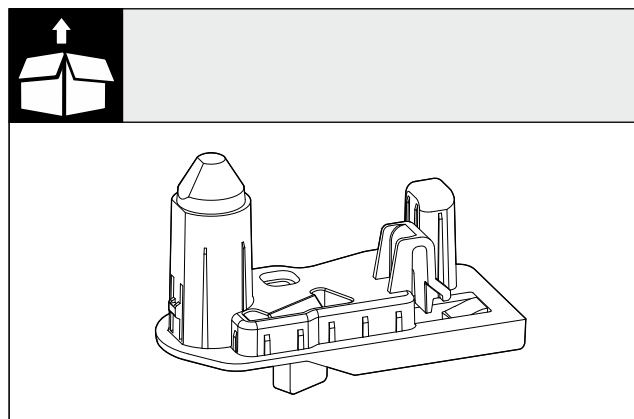

Fig. 8 Lagerbuchse Tür
- Montageteile im Beipack überprüfen. (siehe Fig. 8)